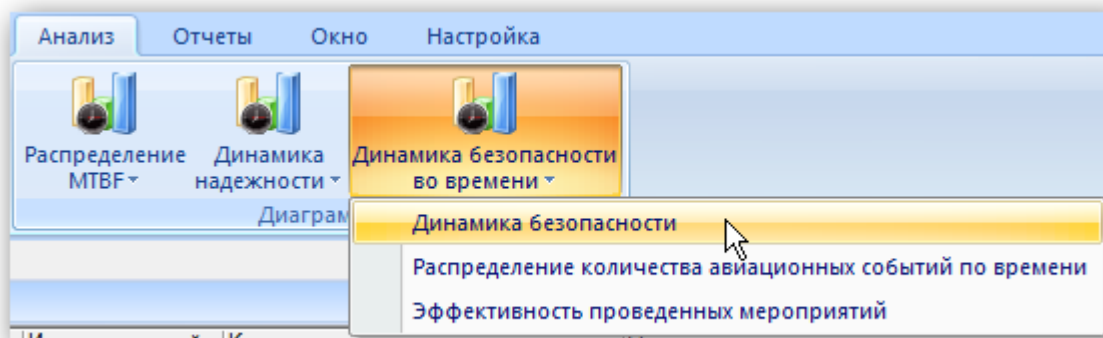

Рис. 13-441 – Выбор диаграммы по безопасности
- 3) Нажать кнопку «Динамика безопасности во времени» панели «Диаграммы» на вкладке «Анализ» и выбрать пункт «Динамика безопасности» (рис. 13-441).